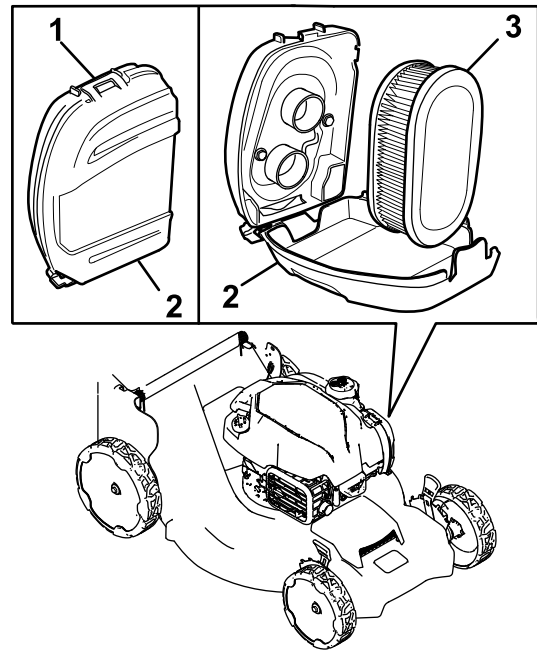

Figure 23
1. Déclipez le haut du couvercle du filtre à air (Figure 23).
2. Retirez le filtre à air (Figure 23).